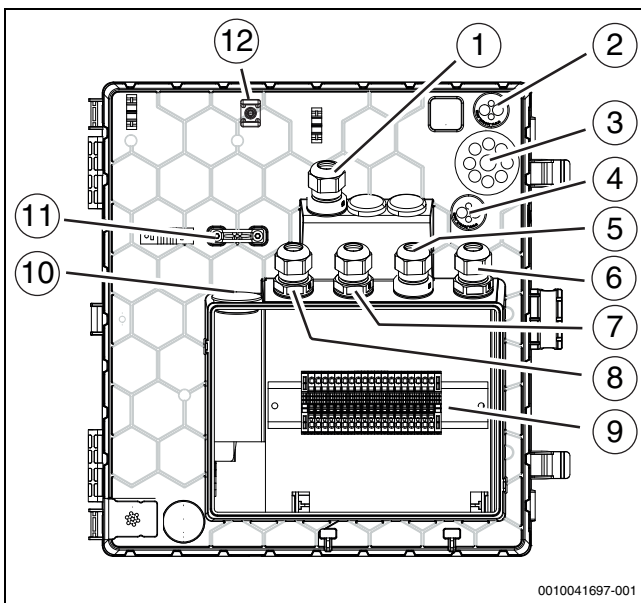

Bild 27 Kabeldurchführungen zum Klemmenkasten
3. Kabel in den Klemmenkasten führen (→Abbildung 27).
Bei Kabeldurchführungen (→ Abbildung 27 [2], [3], [4], [10]) genügt ein kleiner Einstich in die Membran, dann können die Leitungen durchgeschoben werden.
- ▶ Nach dem Einführen der Kabel die Kabelverschraubungen festziehen (→ Abbildung 27 [1], [5], [6], [7], [8]).
- ▶ Die festgelegten Befestigungspunkte [12] für die Befestigung der durch die Einführungen geführten Kabel verwenden (→ Abbildung 27 [2], [3], [4]).